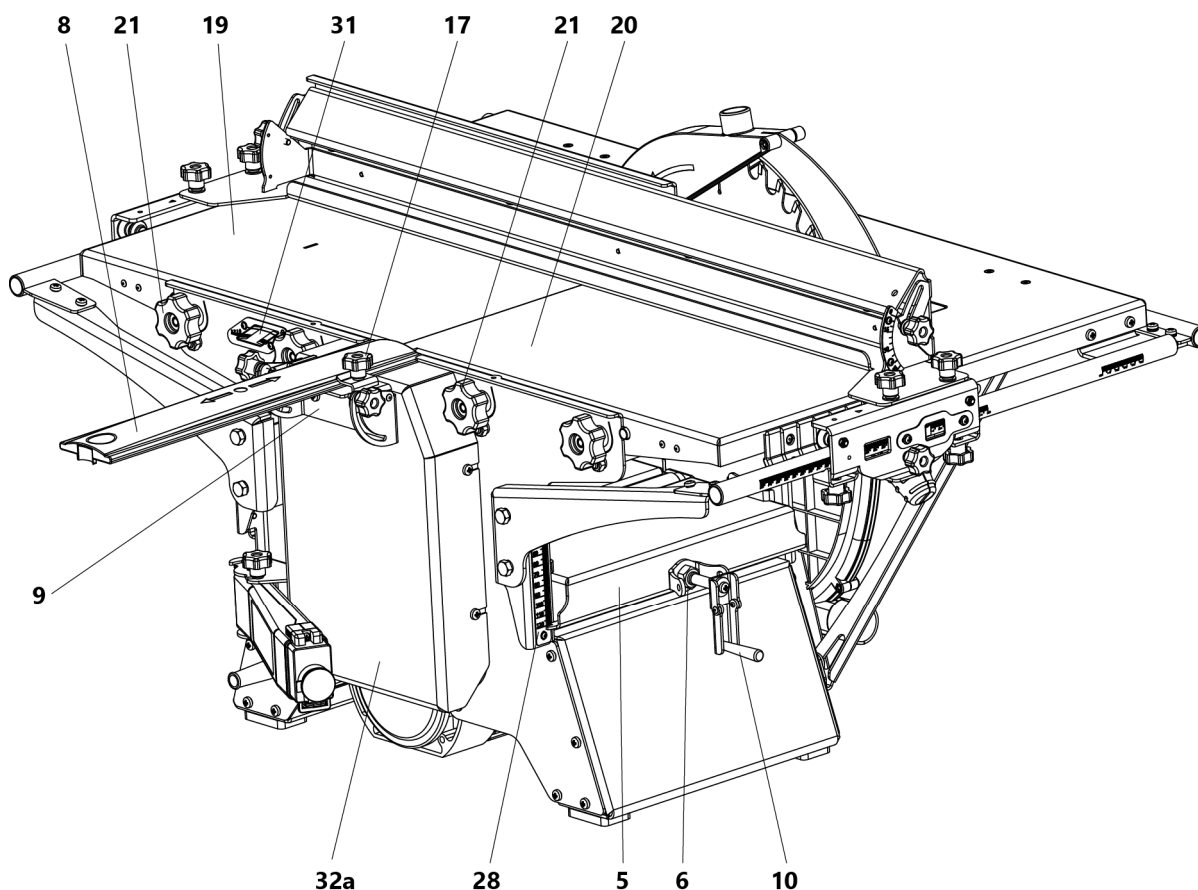
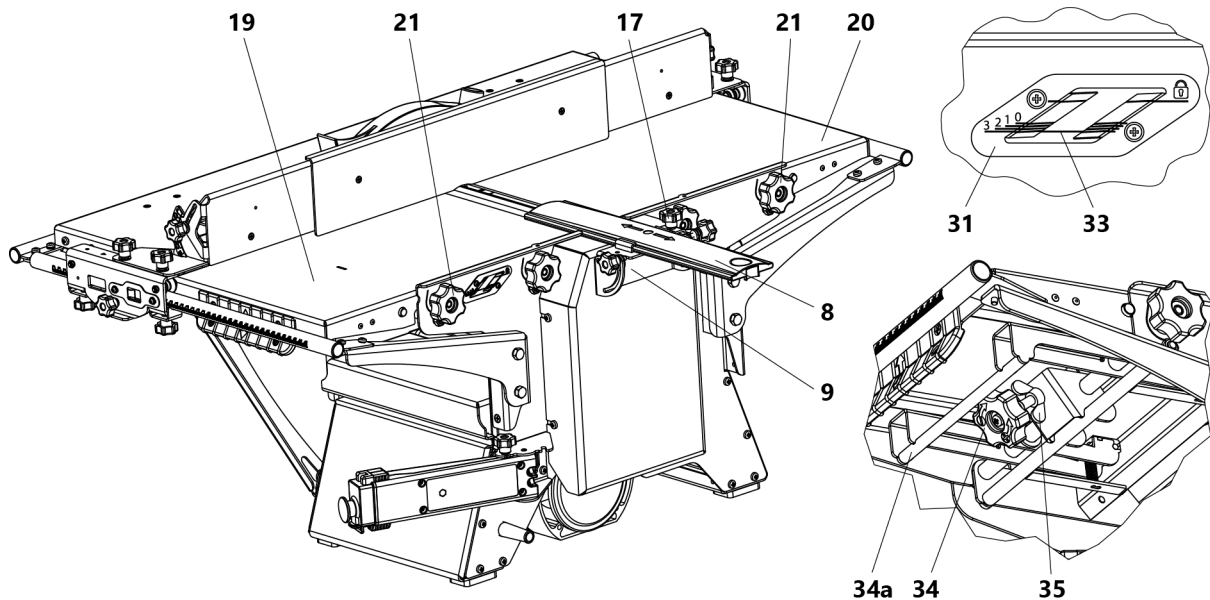

Рис. 2 Общий вид станка
Рис. 8 Установка строгальных столов и глубины строгания
Для облегчения прохождения и уменьшения трения между обрабатываемой заготовкой и рейсмусным столом 5 (рис. 2), в конструкции станка имеются два гладких ролика, которые выступают над поверхностью рейсмусного стола не более чем на 0,3 мм.
В режиме строгания приемный стол 20 (рис. 2) устанавливается на уровне реза строгальных ножей, а загрузочный стол 19 имеет возможность опускаться ниже уровня реза строгальных ножей, что обеспечивает установку необходимой глубины строгания. Глубину строгания устанавливают по шкале 31 с помощью ручки 34 (рис. 8).
- отпустить гайки-барашки 21 стола приёмного 20 (рис. 8);
Ограждение ножевого вала 8 предназначено для закрытия той части вращающегося ножевого вала, которая не находится в зоне резания (нерабочая часть ножевого вала) во время работы станка (рис. 8).